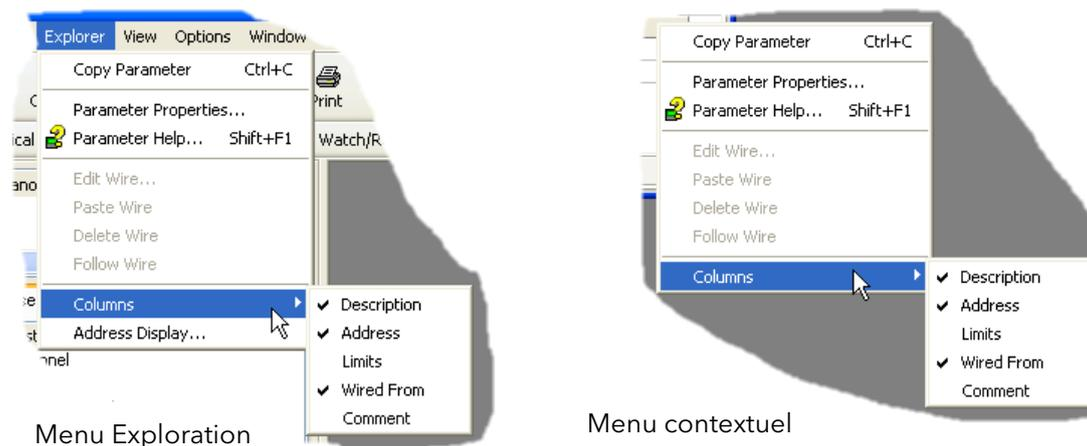

Figure 6.4b Activation/désactivation des colonnes
La figure ci-dessus montre la table par défaut. Vous pouvez ajouter/supprimer des colonnes de l'affichage à l'aide de l'élément « Colonnes » des menus Exploration ou contextuel (Figure 6.4b).
2. Colonnes. La fenêtre Explorateur par défaut (figure 6.4a) contient les colonnes Nom, Description, Adresse, Valeur, et Connexion de. Comme le montre la figure 6.4b, les colonnes à afficher peuvent être sélectionnées, dans une certaine mesure, à l'aide du menu « Exploration » ou du menu contextuel. Les « Limites » ont été activées dans l'exemple ci-dessus.